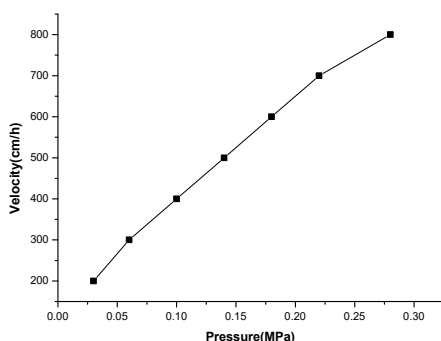

图 3. 介质的压力/流速曲线 (层析柱 BPG300, 柱高 20cm)
**Protein At Beads 4FF** 是以高度交联的 4%琼脂糖凝胶为基质，可以在相对较高的流速下进行单克隆抗体和多克隆抗体的纯化，其耐压性能见图 3，因此 **Protein At Beads 4FF** 适用于工业化抗体的大规模生产。